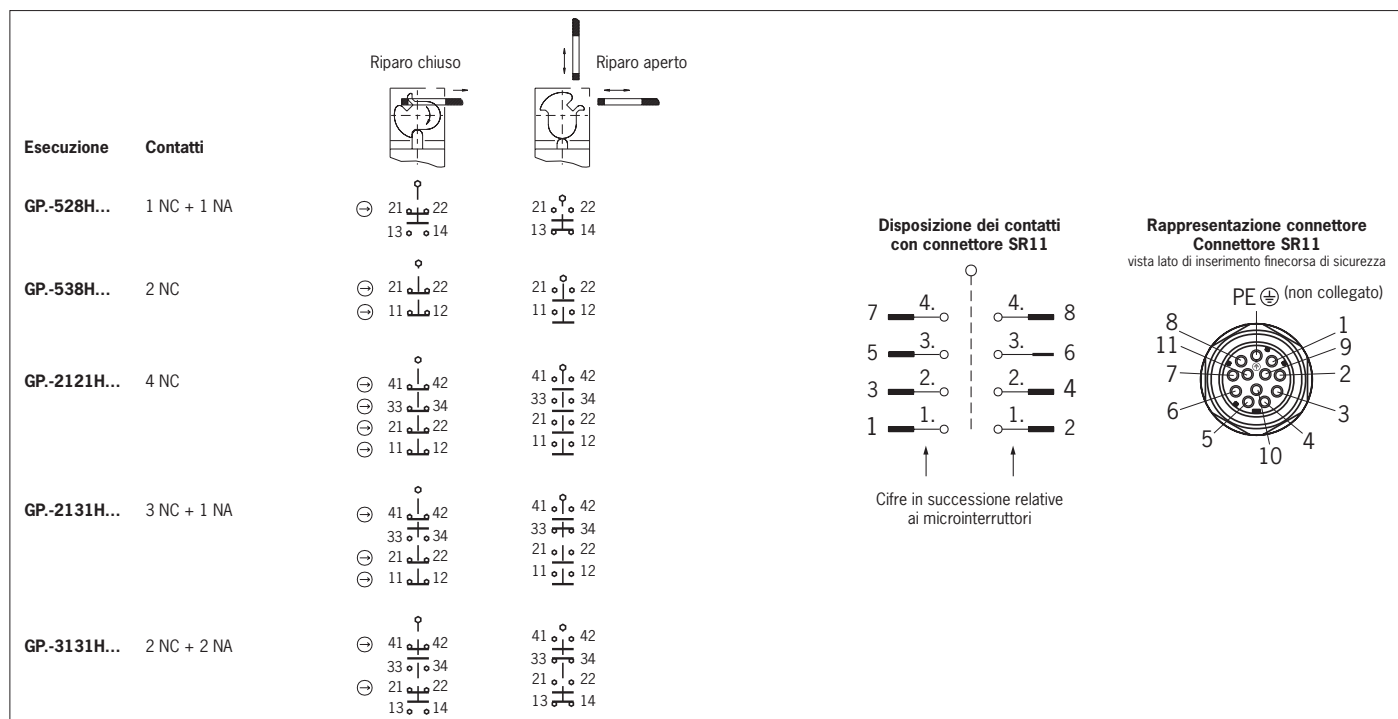

Figura 3: Microinterruttori e commutazioni
3. Collegare e serrare i morsetti con una coppia di 0,5 Nm (connessioni vedi Figura 3).